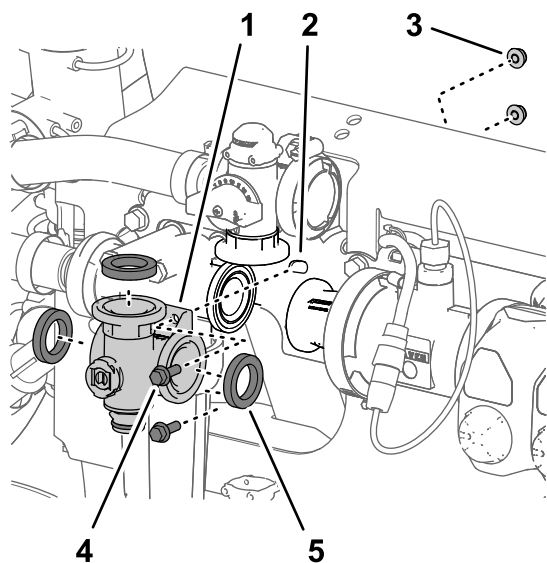

Рисунок 115
3. Выверните 2 болта с фланцем ( $\frac{1}{4} \times \frac{3}{4}$  дюйма) и 2 фланцевые контргайки ( $\frac{1}{4}$  дюйма), с помощью которых коллектор клапана перемешивания подсоединен к опоре клапана (Рисунок 115).
4. Снимите коллектор клапана перемешивания и прокладки с машины (Рисунок 115).